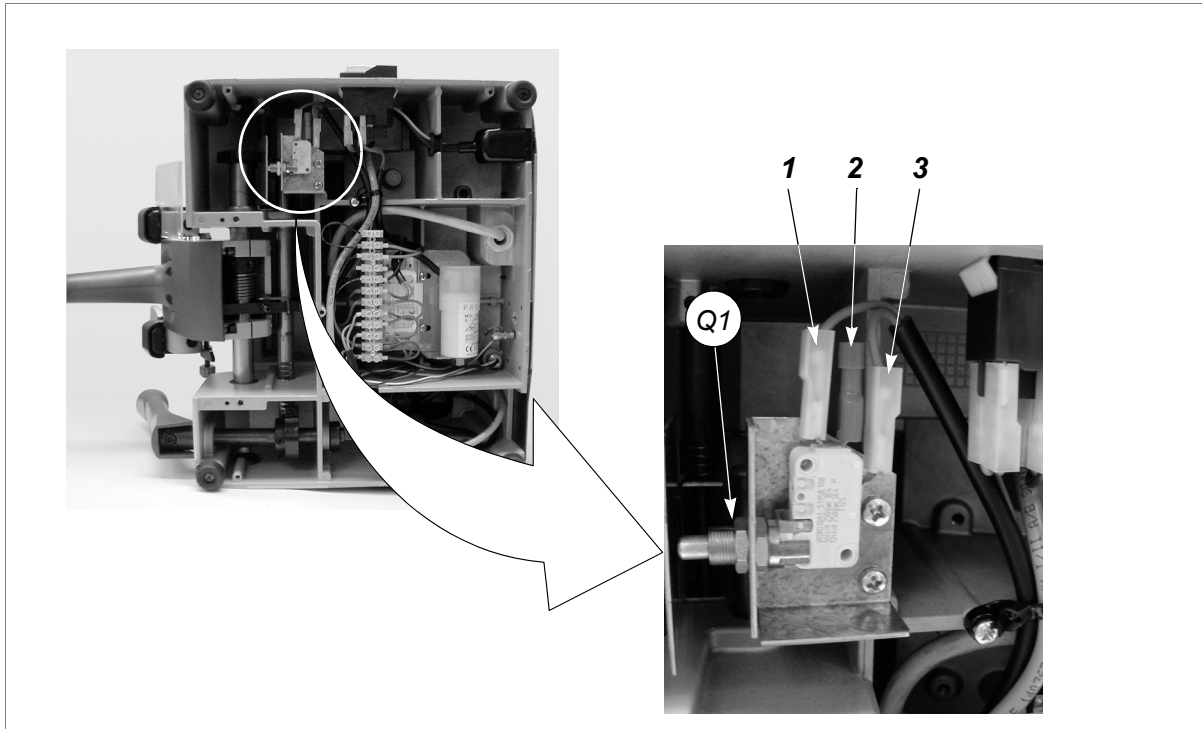

Fig. 35
- 4) Draai de moer (Q1) los en verwijder de microschakelaar (fig.35).